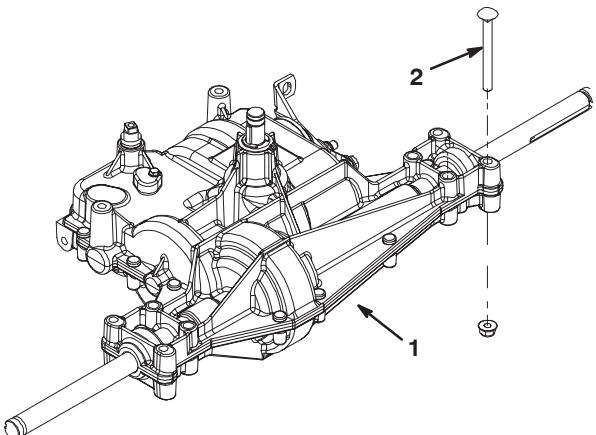

Bild 1
3. Nehmen Sie die zwei (2) Schlossschrauben und Muttern ab, mit denen jedes Ende der Hinterachse am Rahmen befestigt ist (Bild 1).